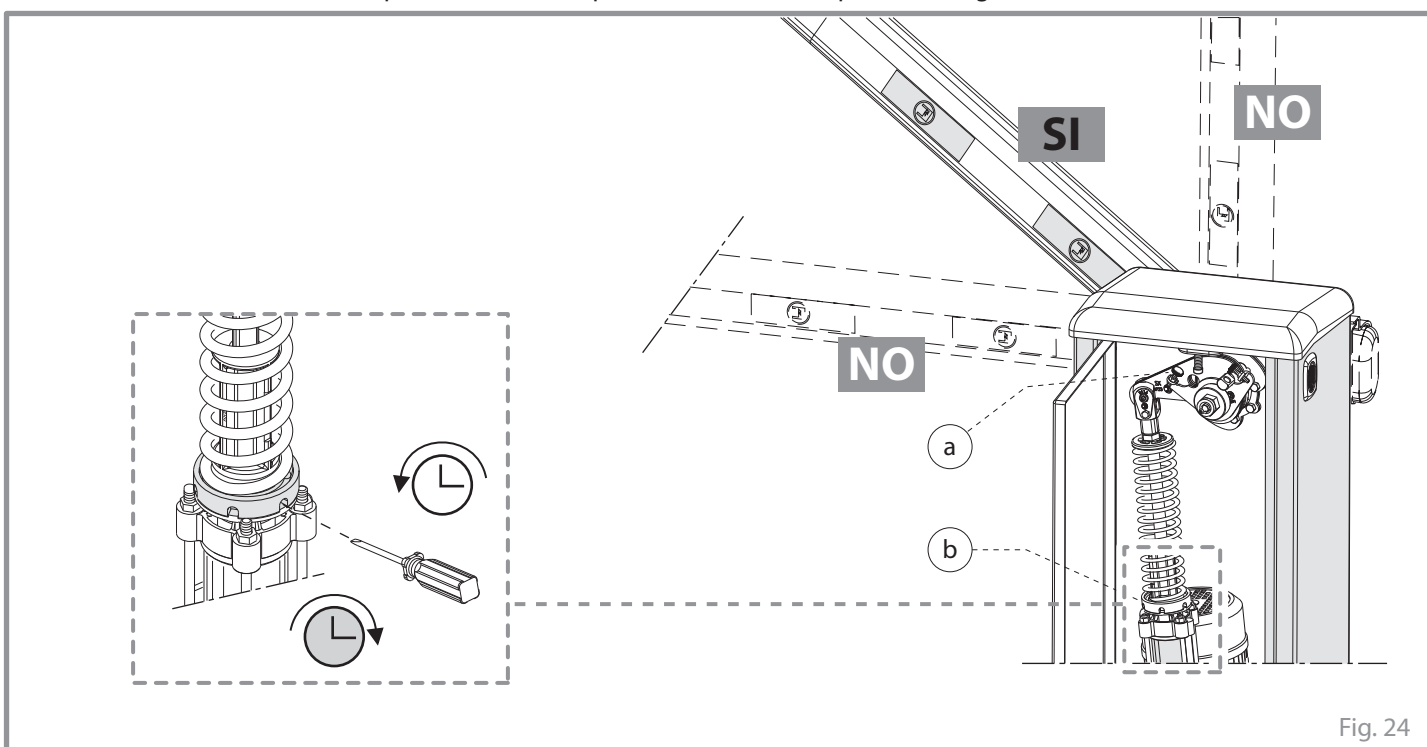

Fig. 24
## REGOLAZIONE DELL'ASTA IN APERTURA (Fig. 24)
**Importante:** l'intera operazione di regolazione dell'asta in apertura deve avvenire con l'asta in posizione intermedia a 45° e lo stelo quindi a metà della sua corsa. Non regolare con l'asta in battuta verticale oppure orizzontale (Fig. 24).